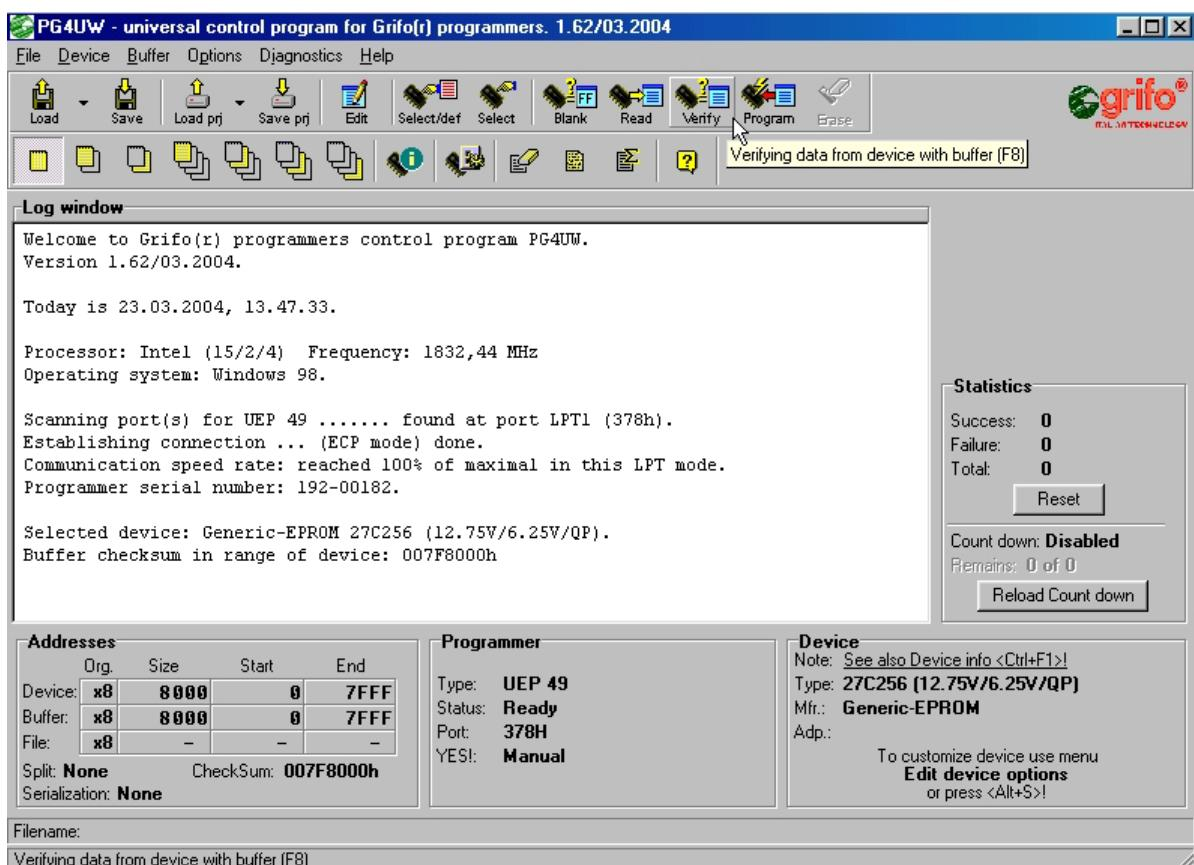

FIGURA 17: MENU VERIFICA DEL CONTENUTO DI UN DISPOSITIVO
- Potete confrontare il contenuto attuale del buffer con i dati appena scritti nel dispositivo da programmare mediante il menu Device/Verify o premendo il tasto <F8>. Si prega di fare riferimento alla figura 17.